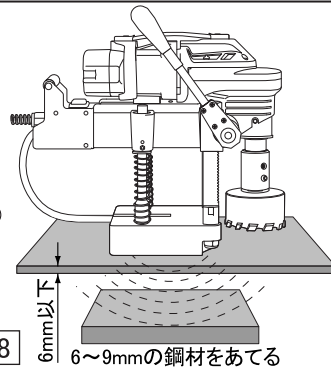

図18
- 鋼板の厚みが6mm未満の場合、磁力が抜けてしまい吸着力が弱くなり鋼材に付かない為加工ができません。このような場合には、鋼板の裏面に厚さ6～9mmの電磁石より大きい鋼板を当てることで加工可能です。(図18)